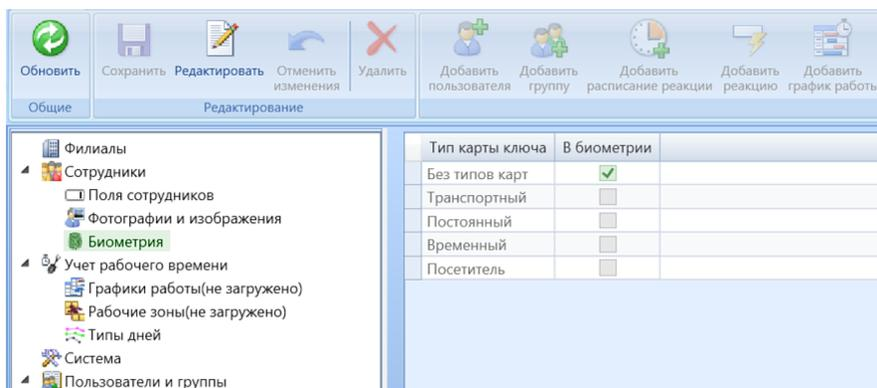

Рис. 14. Настройка распознавания без использования типов карт сотрудников
2. В разделе «Биометрия» через кнопку «Редактировать» поставьте флажок напротив «Без типов карт», если на вашем объекте нет разделения типов карт сотрудников или выберите нужный тип ключа, который будет использоваться для биометрии (рис. 14). Если вы используете один ключ на для сотрудника и не используете присвоение ему Типа, то в настройках биометрии выбирайте «Без типа ключа». Если вы используете несколько ключей для сотрудника, например Карта и Мобильный идентификатор, то желательно основному ключу присваивать Тип, который и следует выбрать при настройках биометрии.
6. Если сотруднику не присвоен ключ, то нажмите кнопку «Сгенерировать». Проверьте, чтоб в поле «Тип карты» был указан ключ, который был выбран для использования биометрии (см. рис.14).